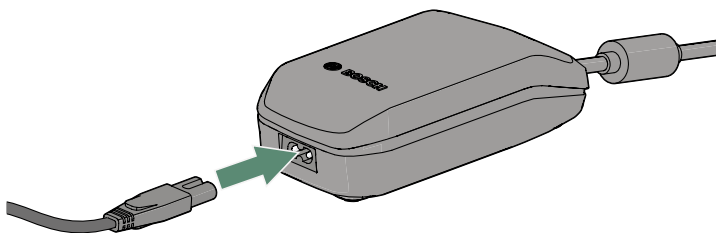

Figure 13 - Branchement du connecteur de l'appareil sur le chargeur.
1. Branchez le connecteur du câble d'alimentation électrique sur le chargeur **35** (figure 13).